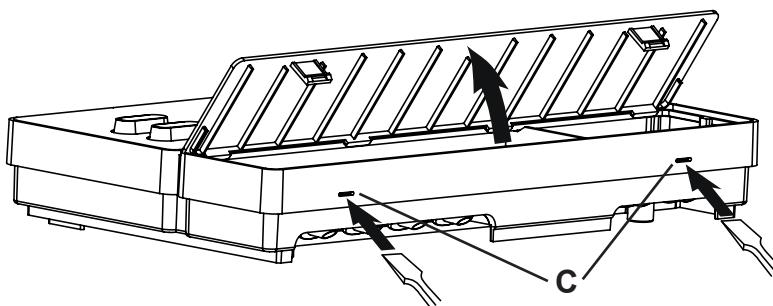

рис. 2 Снятие крышки с корпуса
- Отверткой слегка придавить защелки **C** и снять крышку с корпуса (см. **рис. 2**).